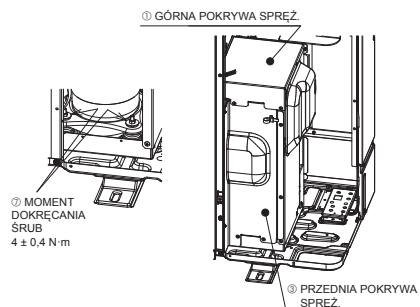

Fig. 4-2
- Po zdemontowaniu części ustalających SPRĘŻ, należy dokręcić nakrętki i z powrotem założyć GÓRNĄ POKRYWĘ SPRĘŻ, oraz PRZEDNIĄ POKRYWĘ SPRĘŻ. (Fig. 4-2)